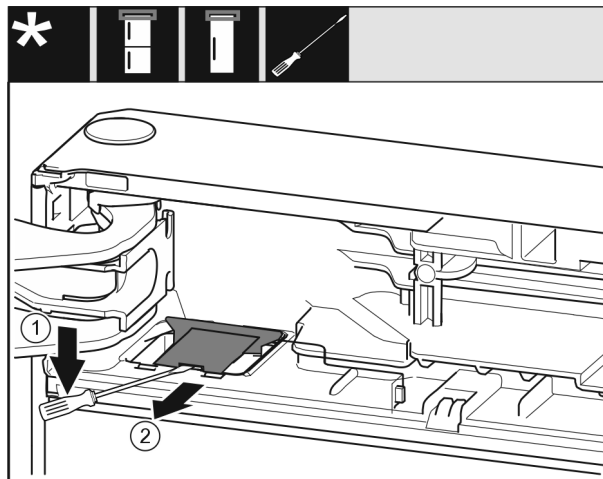

Fig. 10
- ▶ Utilice un destornillador de punta plana para soltar la cubierta Fig. 10 (1).
- ▶ Retire la cubierta Fig. 10 (2).